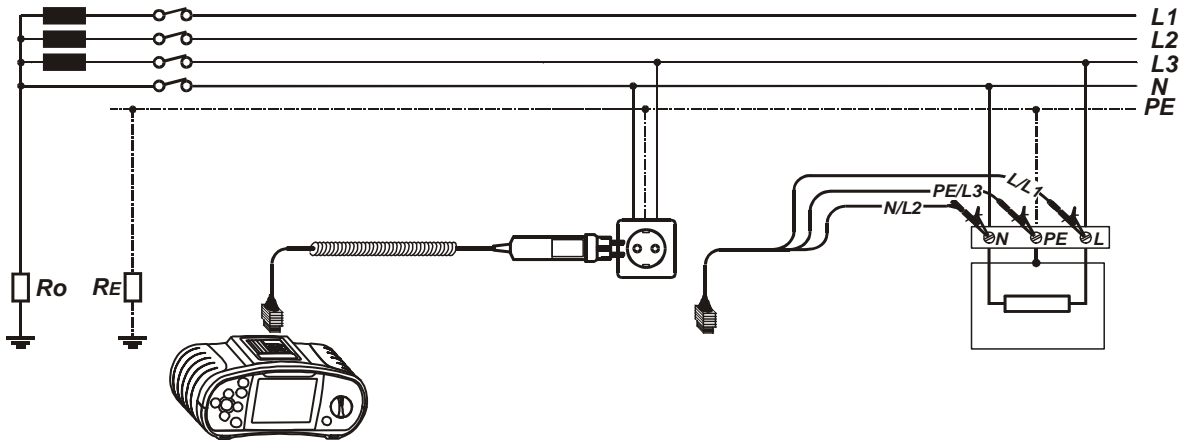

Figura 5.35: Conexión de la clavija del cable y el cable de prueba universal
Paso 3 El siguiente diagrama de coexiones que se muestra en la figura 5.35 indica la manera de realizar la medición de la resustencia de bucle de defecto. Utilice la función **Ayuda** si fuera necesario.